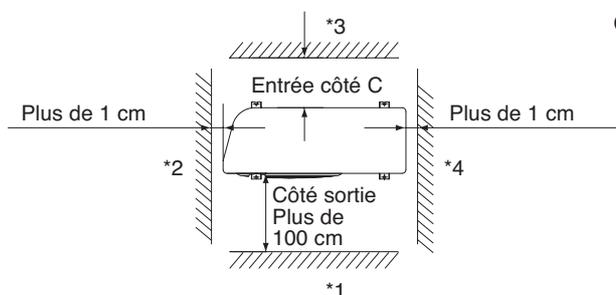
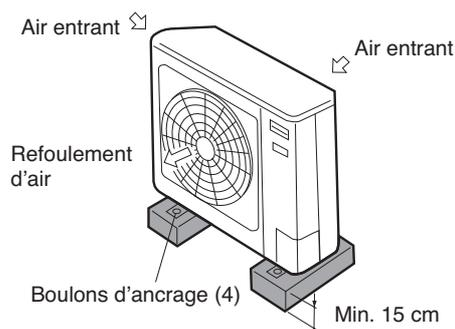

Fig. 2-5
Fig. 2-7
- En ce qui concerne la distance côté entrée « C » (Fig. 2-5) La distance minimale pour « C » est de 15 cm en cas d'absence d'obstacle côté sortie (côté mur *1) et si le côté *2 ou *4 est absent. Dans tous les autres cas, la distance minimale pour « C » est de 20 cm.
- Si le mur *1 se trouve côté sortie (Fig. 2-5) ou bien en cas d'obstacle sur les 3 côtés *2, *3 et *4 (Fig. 2-5), la distance minimale de « A » et « B » est de 2 m (Fig. 2-7). Même en cas d'absence de mur côté sortie, une distance minimale de 100 cm est requise.
- Prévoir un socle solide (bloc en béton, profilés ou équivalents de 10 x 40 cm), un minimum de 15 cm au-dessus du sol pour réduire l'humidité et protéger l'unité contre tout éventuel dégât des eaux et une moindre durée de vie. (Fig. 2-7)